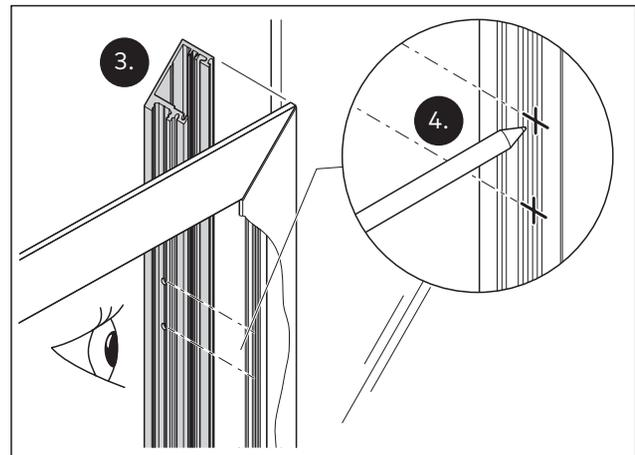

Abb. 30 Die Position der Zargen-Klemmstücke aus Sicht der Bandgegenseite bestimmen
3. Die Deckprofile für die Zarge auf der Bandseite an das Grundprofil für die Zarge halten (Abb. 30).